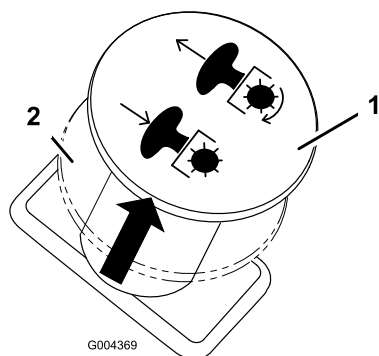

Figura 9
2. Disinserite le lame spostando il comando delle lame in posizione Off (Figura 9).